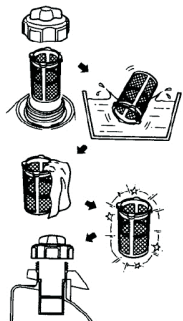

Рис. 31
5. Сетчатый топливный фильтр (Рис. 31).